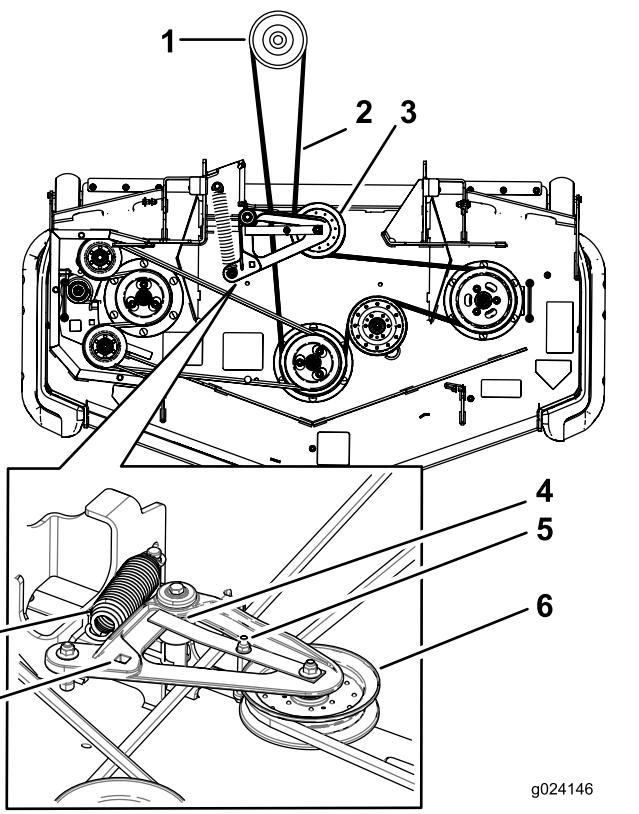

Figura 81
6. Utilice una llave de carraca en el orificio cuadrado del brazo tensor para aliviar la tensión del muelle tensor (Figura 81).
8. Pase la correa nueva alrededor de las poleas del cortacésped y de la polea del embrague, debajo del motor (Figura 81).
9. Asegúrese de que la pestaña de la guía de la correa entra en contacto con el buje pivotante (Figura 81).
10. Utilizando la llave de carraca en el orificio cuadrado, instale la correa alrededor de la polea tensora tensada con muelle (Figura 81). Asiente los extremos del muelle en las ranuras de anclaje.